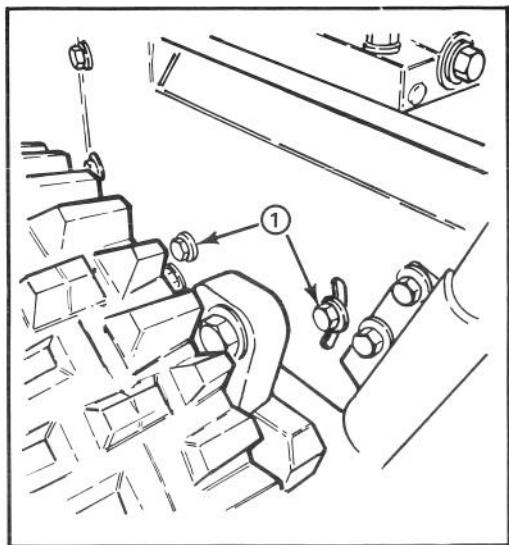

Figure 31
4. Desserrez les 4 boulons à tête à colletten (2 boulons de chaque côté) qui tiennent le châssis de transmission au châssis du moteur (fig. 31).